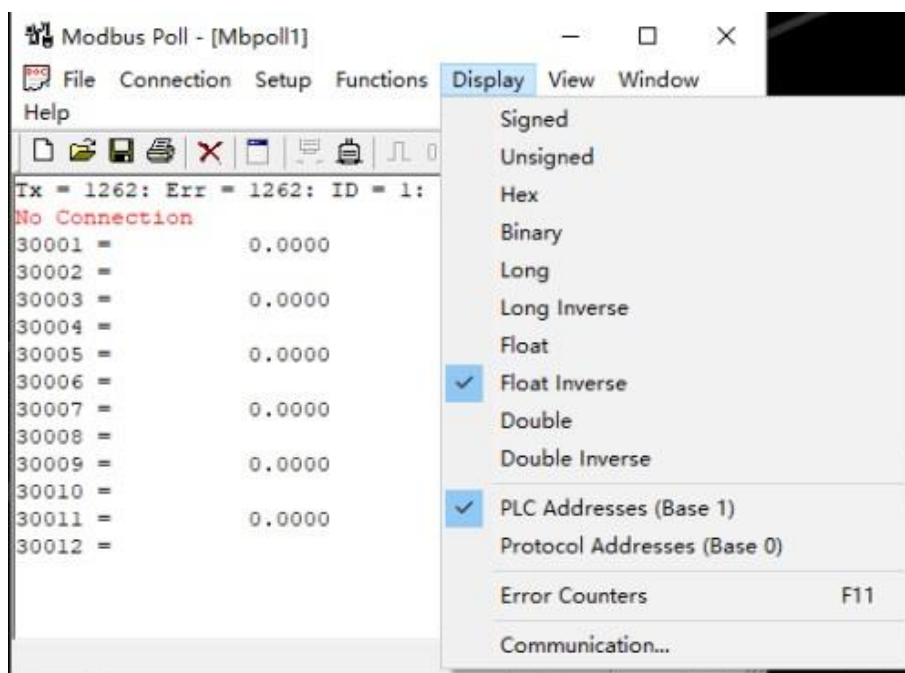

图 17 Display 设置
- (5) 点击“OK”按钮。然后点击菜单中的“Display”项，在下拉框中选择 “Float Inverse”和“PLC Addresses (Base 1)”，如图 17 所示